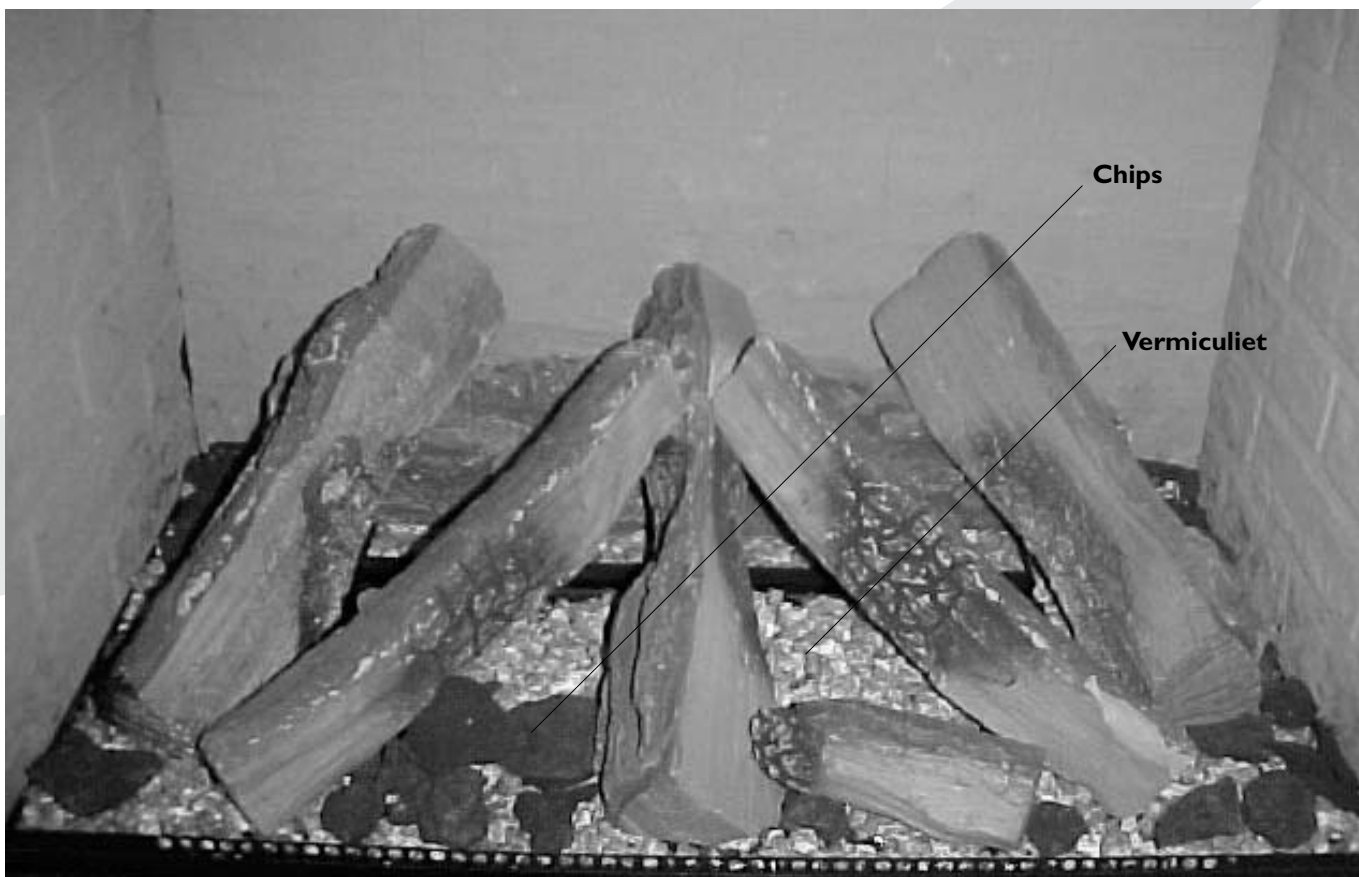

fig. 7
- Plaats vervolgens de overige blokken zoals in fig. 7 is aangegeven.